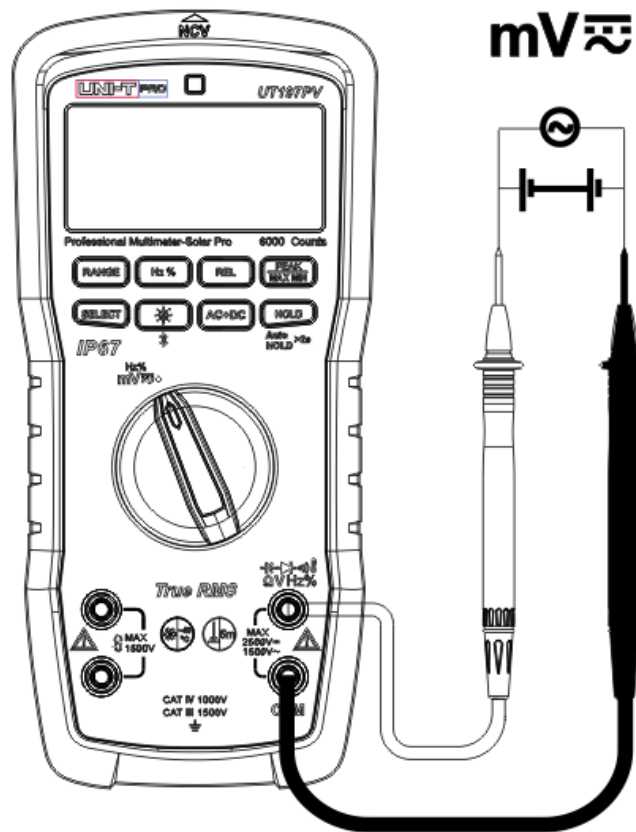

Рисунок 8
4. Измерение напряжения AC в мВ (рисунок 8)